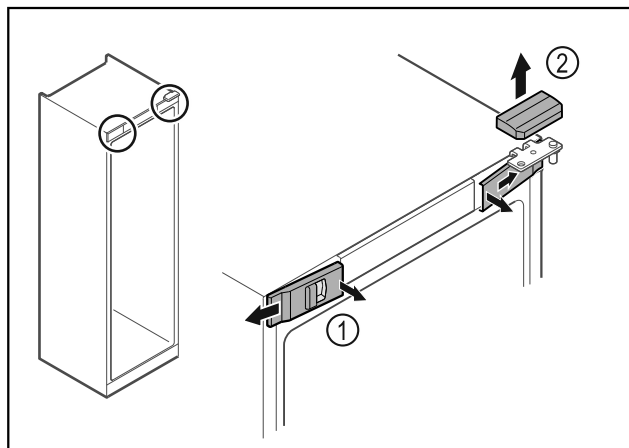

Fig. 15
- ▶ Откопчайте предните капаци Fig. 15 (1) отвътре и свалете настрана.
- ▶ Свалете горния капак Fig. 15 (2) нагоре.